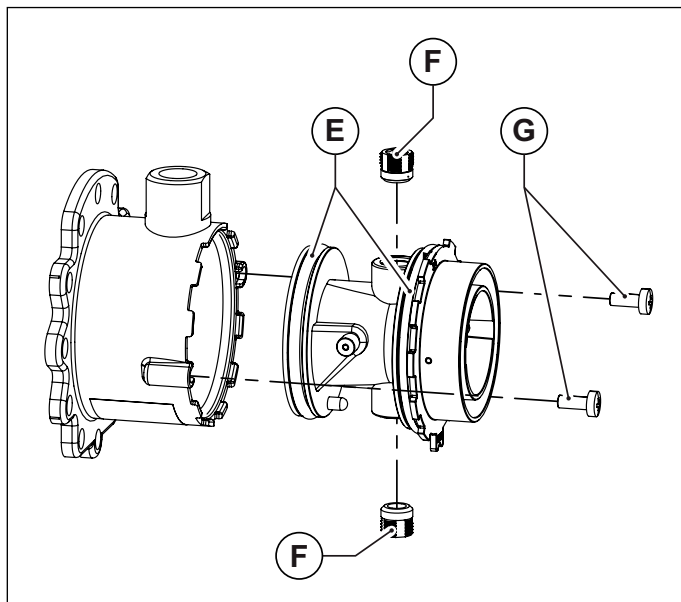
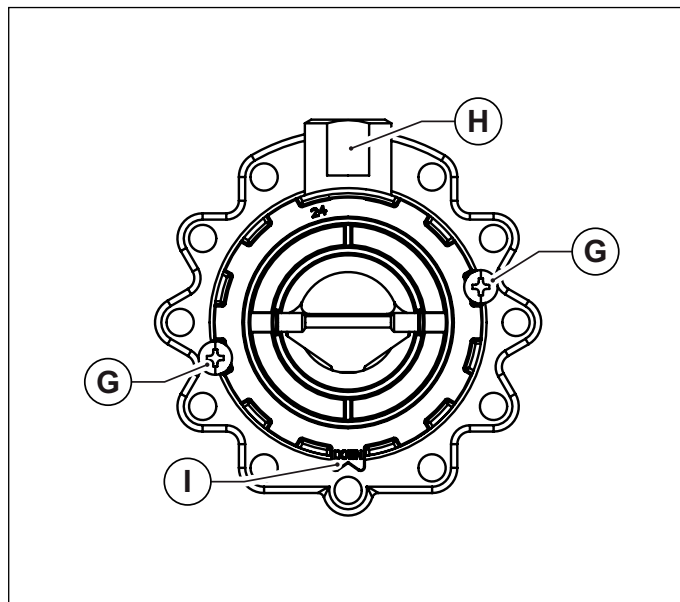

Рис. 38 Пластмасовий корпус змішувача
Рис. 39 Розташування для монтажу
- Відкрутіть два гвинта та вийміть пластиковий корпус змішувального вузла (дивись Рис. 38 Пластмасовий корпус змішувача).
- Використовуючи шостигранний ключ, викрутіть дві форсунки діаметром 6 мм (дивись Рис. 38 Пластмасовий корпус змішувача).
- Вставити пластмасовий корпус (трубку Вентурі) в вузол підмісу та зафіксувати його гвинтами, слідкуючи за тим щоб не пошкодити ущільнення які розташовані по краях пластмасового корпусу (див. Рис. 38 Пластмасовий корпус змішувача) правильно обрати монтажне положення (див. Рис. 39 Розташування для монтажу).
- Закріпіть вузол підмісу на вентиляторі за допомогою болтів з циліндричною головкою під шостикутник, не забуваючи встановити між ними кільцеве ущільнення (див. Рис. 38 Пластмасовий корпус змішувача).
- Вставити пластмасовий корпус (трубку Вентурі) в узел підмісу та зафіксувати його гвинтами, слідкуючи за тим щоб не пошкодити ущільнення які розташовані по краях пластмасового корпусу (див. Рис. 38 Пластмасовий корпус змішувача) правильно обрати монтажне положення (див. Рис. 39 Розташування для монтажу).